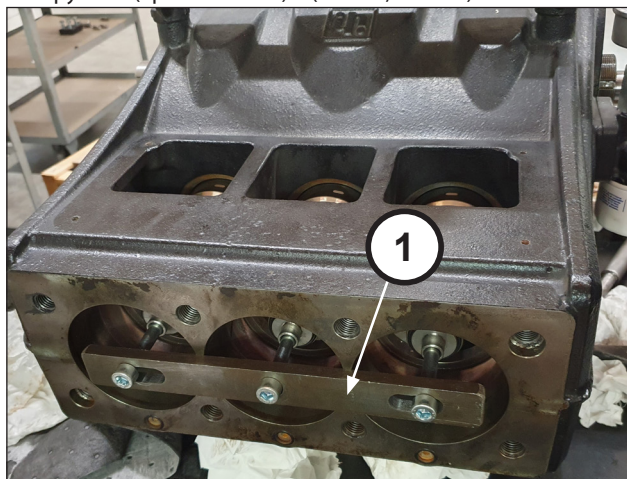

Рис. 31
Продвиньте половинки подшипников в сторону гидравлической части, чтобы коленчатый вал мог выйти. Для облегчения операции используйте специальный инструмент (арт. 27566200) – (поз. ①, Рис. 31).